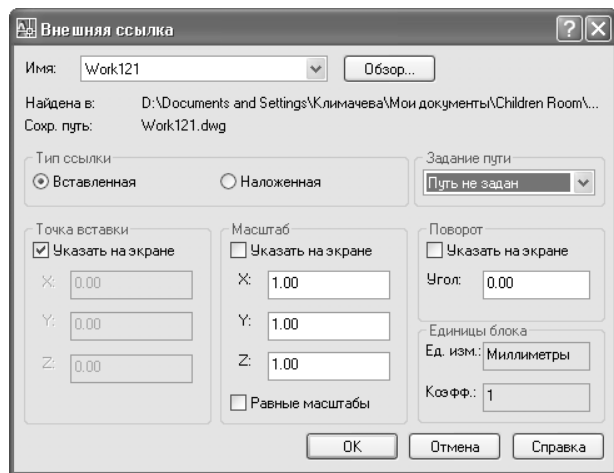

Рис. 12.2 ▼ Параметры окна **Внешняя ссылка** (External Reference) при вставке чертежа Work121.dwg в качестве внешней ссылки
6. Откройте палитру **Внешние ссылки** (External References), например, введя в командном окне **сс** (XR) или **вн** (ER).
9. В появившемся окне **Внешняя ссылка** (External Reference), представленном на рис. 12.2, будет содержаться информация, описывающая вставляемый в качестве внешней ссылки чертеж. В частности, параметры, которые находятся в нижней части этого окна, вам уже должны быть знакомы – с аналогичными параметрами вы сталкивались при вставке в чертеж экземпляра блока. Если значения параметров группы **Точка вставки** (Insertion point), **Масштаб** (Scale) и **Поворот** (Rotation) отличаются от тех, которые приведены на рис. 12.2, исправьте их. Кроме того, выберите в списке **Задание пути** (Path type) значение **Путь не задан** (No path), чтобы не сохранять полный путь к файлу внешней ссылки в файле главного чертежа.
10. Убедившись в том, что параметры окна **Внешняя ссылка** (External Reference) соответствуют приведенным на рис. 12.2, щелкните на кнопке **ОК**.